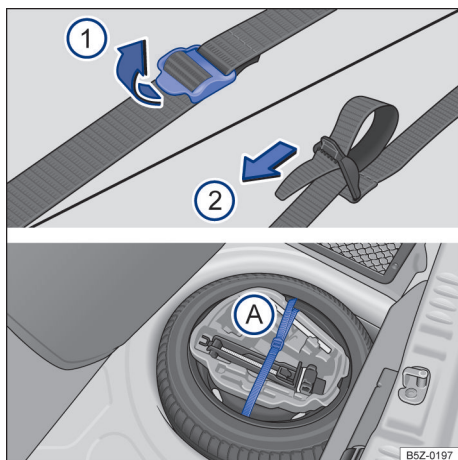

Fig. 118 No compartimento de bagagem: cinta de fixação da caixa de ferramentas e caixa de ferramentas de bordo.
- Para soltar a cinta de fixação → **Fig. 118 (A)**, puxar a fivela no sentido da seta **1**.